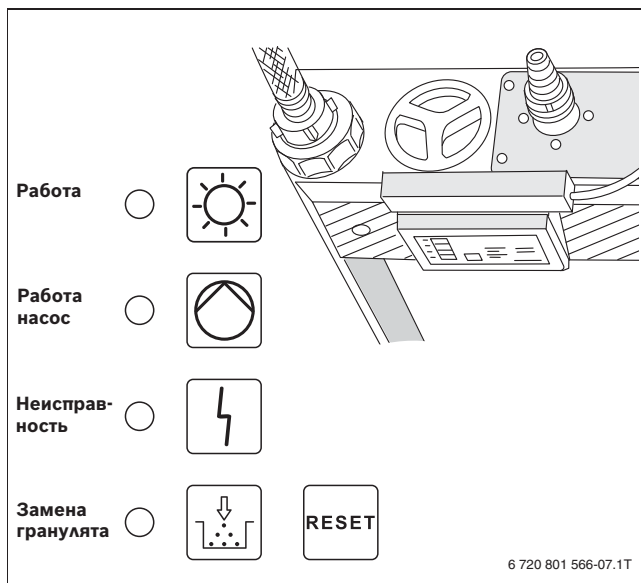

Рис. 7 Световые индикаторы
- ▶ Проверьте работу световых индикаторов (→ рис. 7).
Нарушения сигнализируются световым индикатором „Неисправность“ (→ рис. 7).